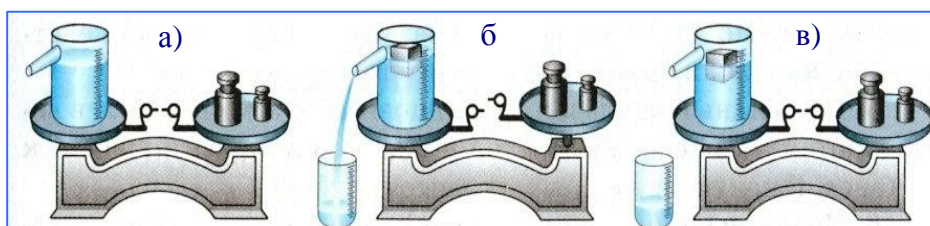

Рис. 84.3. Сосуд с водой уравновешен (а). Вытесненная бруском вода сливается (б). После слива воды, равновесие восстанавливается (в).
1. На весах уравновесили отливной сосуд с водой (рис. 84.3, а). В воду опустили деревянный брусок. Равновесие весов сначала нарушилось (рис. 84.3, б). Но когда вся вода, вытесненная плавающим бруском, вытекла из сосуда, равновесие весов восстановилось (рис. 84.3, в). Объясните это явление.